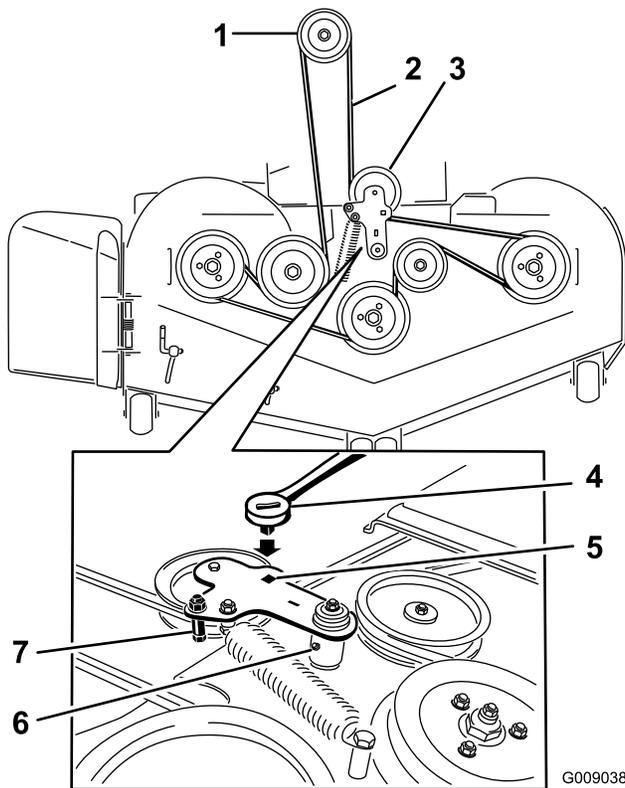

図 77
5. アイドラームについている四角い穴にラチェットを差し込んで、てこの原理でイドラスプリングのテンションをゆるめる 図 77。
7. スプリング付きのイドラームについているベルトガイドを外す 図 77。
9. 新しいベルトをデッキのプーリ、およびエンジン下のプーリに取り付ける 図 77。
10. アイドラームにベルトガイドを取り付ける 図 77。
11. 四角い穴にラチェットを差し込んで、アイドルスプリングを取り付ける 図 77。